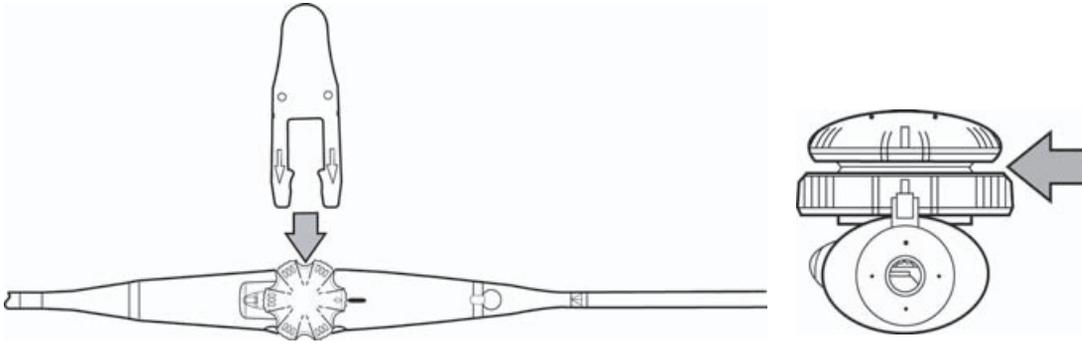

Figura 19 Inserção da ferramenta de teste de perfuração
- 1 Insira a ferramenta de teste de perfuração sob o controlador do plano de varredura conforme exibido na Figura 19.